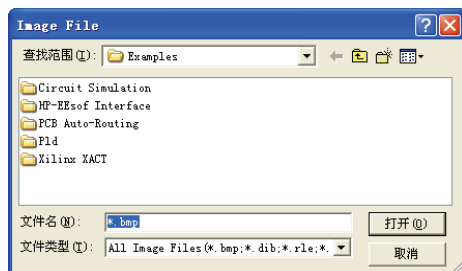

图 3-37 浏览图形对话框
(1) 执行该命令，鼠标变成十字形状，并带有一个矩形框。
(2) 移动鼠标到需要放置图形的位置处，单击鼠标左键确定图形放置位置的一个顶点，移动鼠标到合适的位置再次单击鼠标左键，此时将弹出如图 3-37 所示的浏览对话框，从中选择要添加的图形文件。移动鼠标到工作窗口中，然后单击左键，这时所选的图形将被添加到原理图窗口中。
(3) 此时鼠标仍处于放置图形的状态，重复上一步的操作即可放置其他的图形。
(4) 单击鼠标右键或者按下〈Esc〉键便可退出操作。
(5) 设置放置图形属性。